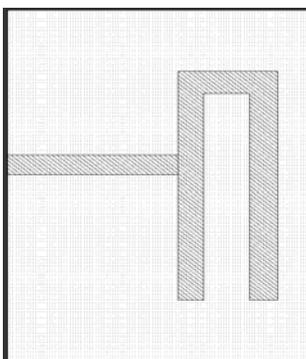

Рис. 3.95
4. Щёлкните по значку **Polygon Conductor**, поместите курсор на свободном месте в нижней части окна электромагнитной структуры и щёлкните мышкой. Затем перемещайте курсор, щёлкая мышкой после каждого перемещения, на **5.2** вверх, на **1.75** вправо, на **5.2** вниз, на **0.5** влево, на **4.7** вверх, на **0.8** влево, на **4.7** вниз и дважды щёлкните мышкой. Установите курсор на полученный резонатор, нажмите левую кнопку мышки и соедините резонатор с входным проводником. Щёлкнув по значку **Measure** на панели инструментов, измерьте расстояние от верхней части резонатора до входного проводника и сдвиньте резонатор так, чтобы это расстояние было равно **1.9**. Должна получиться структура, показанная на рис. 3.95.